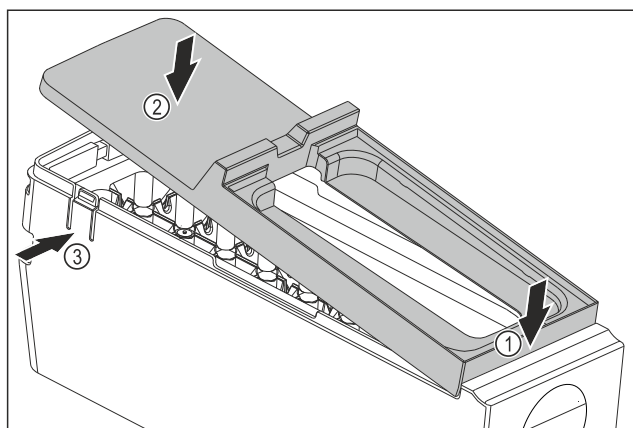

Fig. 186
- ▶ Montera skyddet på EasyTwist-Ice-enheten: Sätt in skyddet framtill. Fig. 186 (1)
- ▶ Sänk ned skyddet baktill. Fig. 186 (2)
- ▷ Skyddet hakar hörbart i båda skenorna Fig. 186 (3).